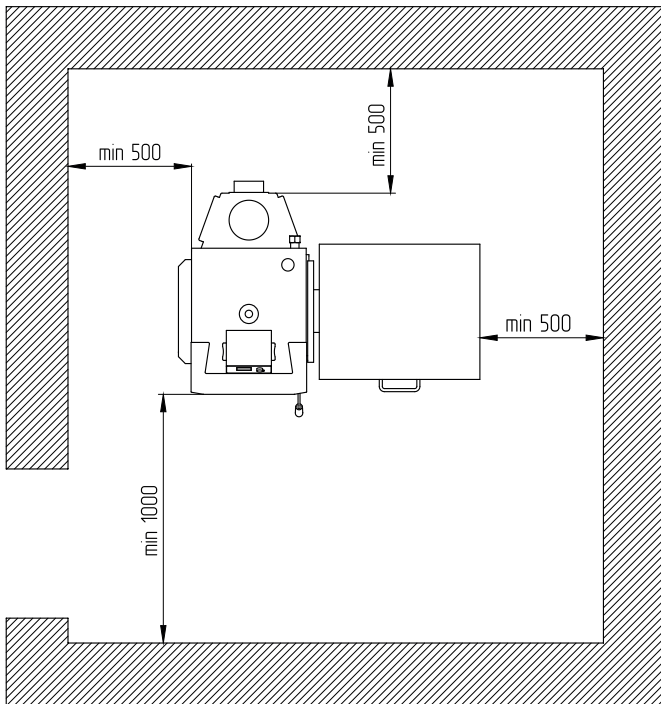

Рис.10 Расположение котла в помещении котельной
6.1.11. Расположение котла в помещении с учетом необходимого для обслуживания пространства показано на (Рис.10).